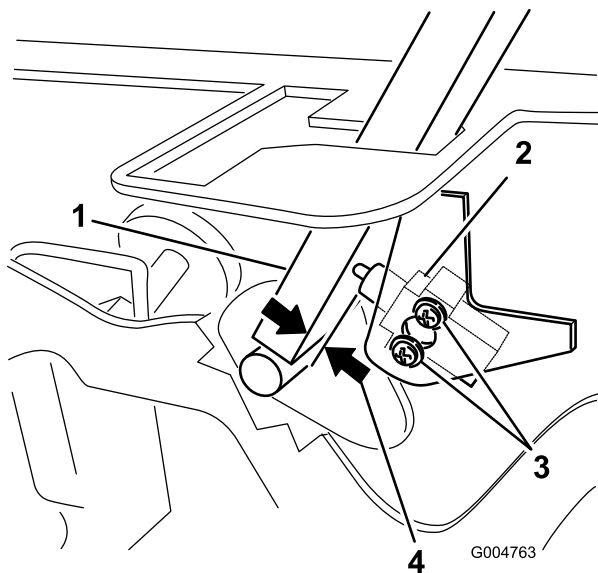

Bild 51
3. Lösen Sie die zwei Schrauben, mit denen der Sicherheitsschalter befestigt ist (Bild 51).
4. Halten Sie den Schaltbügel gegen den Rahmen und schieben Sie den Schalter zum Hebel, bis der Abstand zwischen dem Hebel und dem Schaltergehäuse 0,4 mm bis 1 mm beträgt, wie in Bild 51 abgebildet.